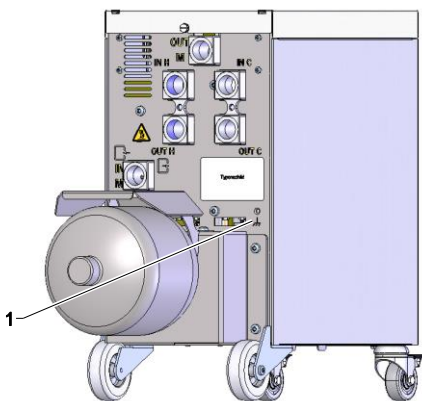

图 16: 功能接地线
如果切换单元附近存在较大的EMC干扰源，可能会影响其功能。在这种情况下，切换单元外壳必须用接地线接地 (功能性接地的接点，参见 (1) 图 16) 。